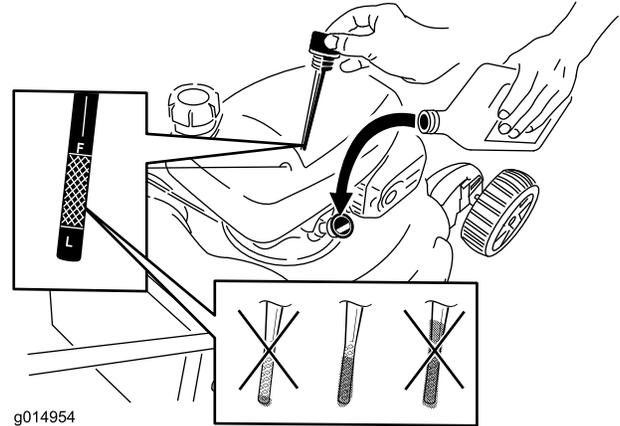

Figura 26
8. **Lentamente**, vierta aceite en el tubo de llenado hasta que el nivel llegue a la marca **Full** (lleno) de la varilla (Figura 26). **No llene demasiado.** (Capacidad máxima: 0,55 l, **tipo: Aceite detergente SAE 30 para automóviles** con clasificación de servicio API de SL, SM o superior. Puede utilizarse SAE 10W30 si no hay aceite SAE 30 fácilmente disponible.)